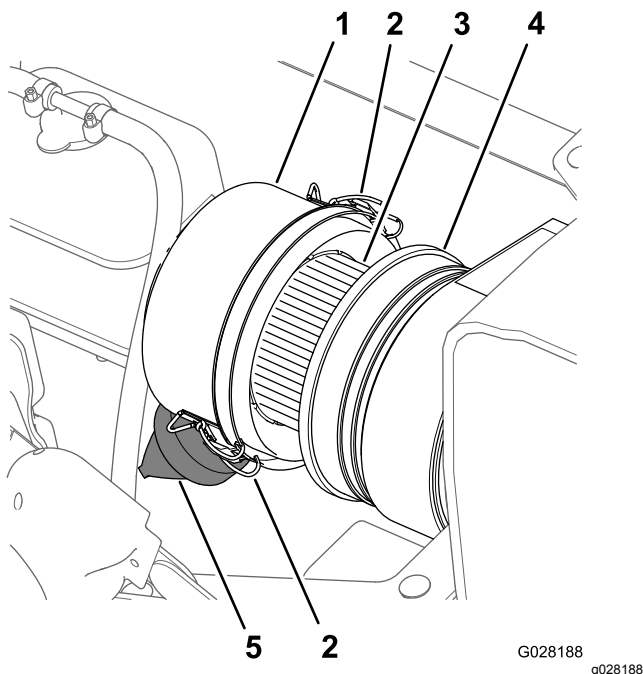
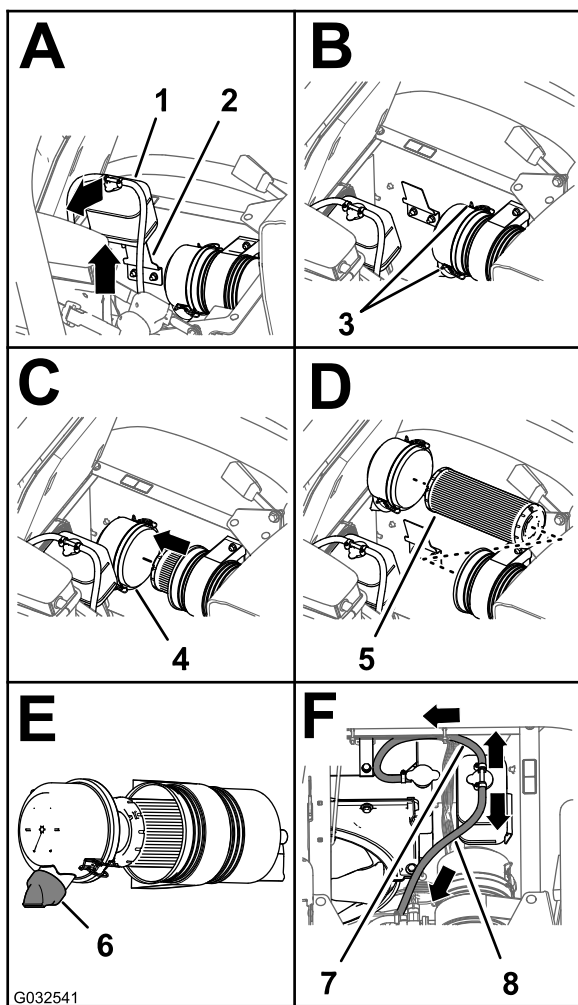

Figura 68
Figura 69
3. Limpe o tampão antipoeira e o corpo do filtro de ar (Figura 68).
4. Verifique se existe algum dano no corpo do filtro de ar que possa provocar uma fuga de ar (Figura 68).
5. Aperte a válvula do pó para a limpar de sujidade, pó e detritos (Figura 68).
7. Verifique se o elemento do filtro de ar tem acumulação excessiva de pó, sujidade e detritos (Figura 68).
8. Instale o tampão antipoeira no corpo do filtro de ar e fixe o tampão com os 2 trincos (Figura 68).
2. Limpe o tampão antipoeira e o corpo do filtro de ar (Figura 68).
3. Levante o depósito de expansão do líquido de refrigeração e retire-o do suporte do depósito (Figura 69).
4. Solte os 2 trincos que fixam o tampão antipoeira ao corpo do filtro de ar (Figura 69).
6. Limpe o interior do tampão antipoeira, do corpo do filtro de ar e da válvula antipoeira com um trapo húmido (Figura 68 e Figura 69).
7. Introduza o elemento do filtro de ar no corpo do filtro de ar (Figura 69).
8. Instale a cobertura no corpo do filtro de ar e fixe-a com os 2 trincos (Figura 69).
Nota: Certifique-se de que a válvula do pó está alinhada entre a posição das 5 e das 7 horas, quando vista da extremidade (Figura 69).
9. Alinhe o depósito de expansão do líquido de refrigeração com o suporte do depósito e posicione o depósito com firmeza (Figura 69).
Importante: Certifique-se de que a tubagem de descarga da pressão é encaminhada para fora e para baixo e a tubagem de ventilação do depósito é encaminhada para trás, como se mostra na Figura 69.